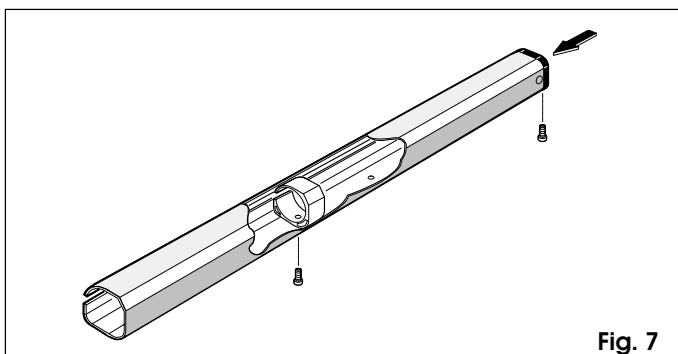
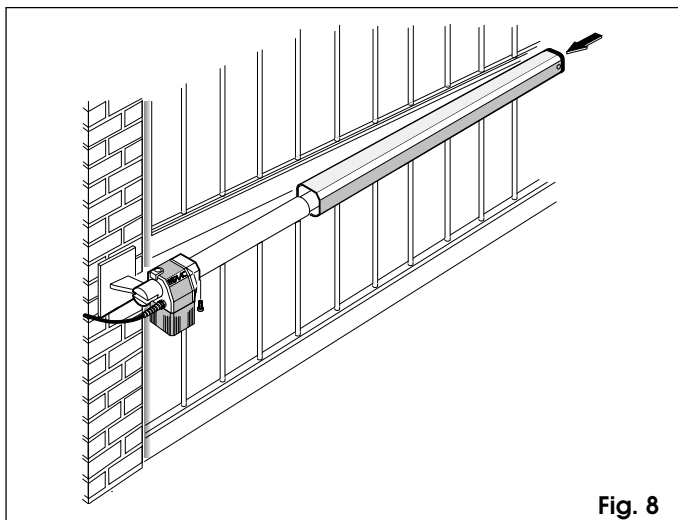

Fig. 7
Fig. 8
- (1) Il est recommandé de graisser tous les axes des pattes d'attache.
- (2) Dans l'impossibilité de souder, les plaques des pattes d'attache avant et arrière peuvent être fixées au moyen de vis et tasseaux.
- 12) Monter le carter de protection comme indiqué fig. 7 et l'enfiler sur l'opérateur comme indiqué fig. 8.
- N.B.:** Fixer la bague de guidage du carter sur le trou le plus éloigné du bouchon de fermeture (fig. 7).